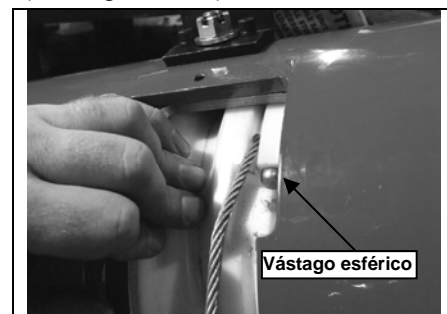

Figura 4.11
Paso 12. Inserte el cable a través de la base del vástago esférico hasta que aparezca por el otro lado de la bobina. (Ver Figura 4.11)